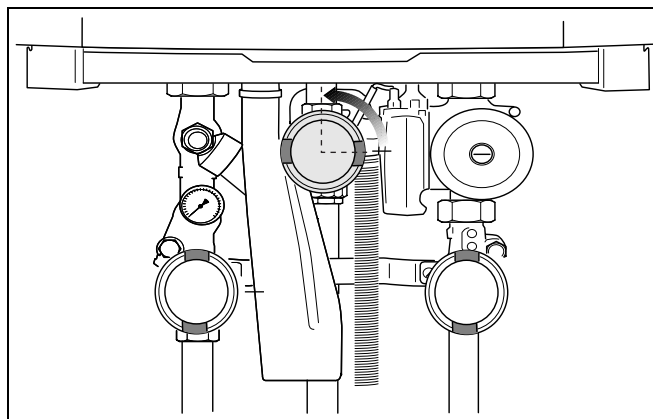

Fig. 72 Åbning af gashanen
- Åbn gashanen langsomt. Tryk gashanen ind, og drej en $\frac{1}{4}$ omdrejning til venstre (fig. 72).
- Åbn gashanen igen. Tryk gashanen ind, og drej en ¼ omdrejning til venstre (fig.72).